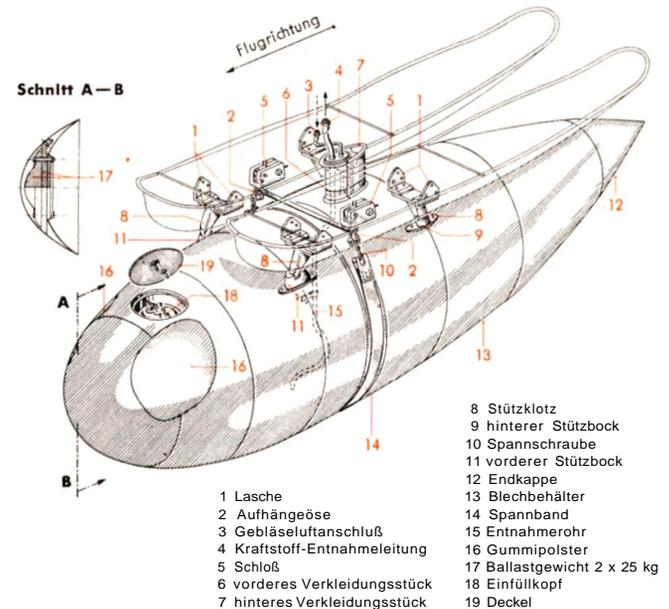
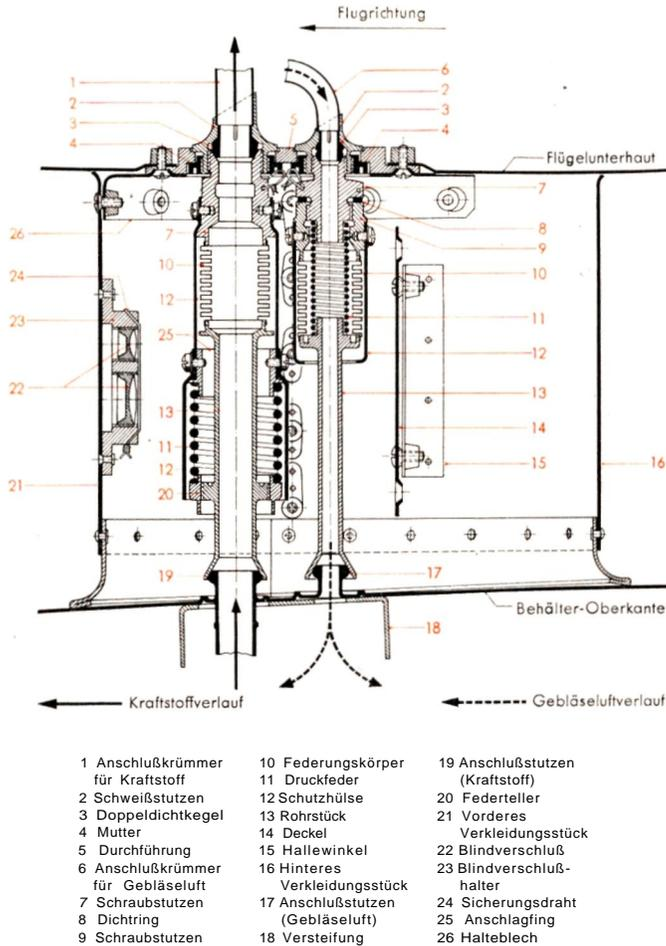

Abb. 23 Abwerfbarer Außenbehälter, Blechausführung
Abb. 24 Anschluß für Blechbehälter, Schnitt
Je nach Rüstzustand können ein oder zwei abwerfbare Außenbehälter mit je 900 bzw. 1200 Liter Inhalt an die ETC500 angehängt werden. Das Entleeren der Behälter auf die Entnahmebehälter in den Tragflügeln erfolgt mittels Gebläseluft (wie im Hauptabschnitt 7 „Triebwerksanlage“ unter „Kraftstoffanlage“ näher beschrieben ist). Die Gebläseluft, welche durch die Leitungen (3) (Abb. 23 und 25) in den Behälter geführt wird,
Die Blechbehälter sind zusammengeschweißt und durch Schottenwände mit Durchflußlöchern versteift. Um beim Abwurf der Behälter ein besseres Loskommen von den Tragflügeln zu gewährleisten, sind auf die Behälterspitze zwei Ballastgewichte (17) (Abb. 23) von je 25 kg geschraubt. Auf dem Behälervorderteil befinden sich zwei Gummipolster (16), die bei evtl. Anschlagen des Behälters am Tragflügel stoßdämpfend wirken. Durch das Aufsetzen einer Gummiendkappe auf das Behälterende wird ein günstiger Strömungsverlauf erzielt. Die Aufhängung des Behälters ist eine Zweipunktaufhängung und erfolgt an zwei ETC mittels eines Spannbandes (14). Zum Aufhängen müssen die beiden Schlösser (5) aus den ETC herausgenommen und in die Aufhängeösen (2) eingeklinkt werden. Beim Anhängen an die Abwurfgeräte ist sinngemäß, wie unter Sperrholzbehälter angegeben, zu verfahren. Das Behälterleergewicht beträgt etwa 120 kg. Die Abstützung des Behälters erfolgt durch vier Stützklötze (8), die zu diesem Zweck an die ETC anzuschrauben sind. Auf den Auflageflächen, mit denen die Stützklötze (8) auf den Behälter-Stützböcken (9 und 11) anliegen, sind Gummibeläge aufvulkanisiert. Unter den Aufhängeösen (2) befinden sich zwei Spannschrauben (10) zum Nachziehen des Spannbandes. Vor dem Anhängen des Behälters muß der Anschluß (Abb. 24) für die Gebläseluft- und Kraftstoffentnahmeleitung angeschraubt werden. Zu diesem Zweck sind der Deckel (14) von der Flügelunterseite und die Blindverschlüsse (22) von den beiden Anschlußkrümmern (1 und 6) abzuschaublen. Die Blindverschlüsse (22) sowie der Deckel (14) werden zum Aufbewahren an den Blindverschlußhalter (23) bzw. den Haltewinkel (15), die innerhalb der Anschlußverkleidung (16 und 21) angehängt sind, festgeschraubt. Die Blindverschlüsse sind außerdem noch mit Sicherungsdraht (24) zu sichern. Abschließend ist das Halteblech (26) auf die Flügelunterhaut anzuschrauben. Dann werden Entnahme- und Gebläseluftleitung mit ihren Schraubstützen (7) auf die
unter Federspannung stehenden Leitungen gepreßt, wodurch eine bewegliche Verbindung hergestellt wird. Der Behälter wird über einen Füllanschluß (18) (Abb. 23) auf der Behälteroberseite aufgefüllt. Über Auffüllmenge siehe auch Hauptabschnitt 10 „Flugbetrieb“. Zum Entleeren des Behälters befindet sich auf der Unterseite desselben eine Abflußverschraubung.